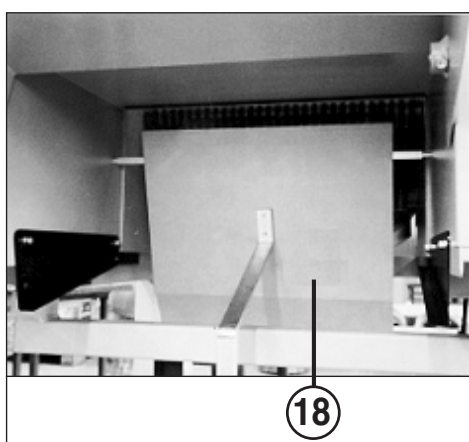

Fig. 3
- 18 = Sportello di commutazione "contenitore pieno" (fig. 3)